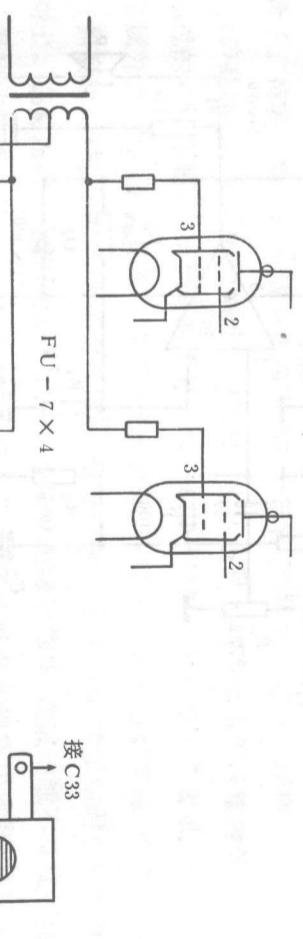

图9 栅负压供电回路
根据故障情况分析，功放管屏极发红说明屏流过大，四只FU-7管屏极都发红，表明是共性的问题，并非其中某只衰老或发生碰极，主要偏压不正常或没有加上，因电子管偏压是提供的负压，加在FU-7的栅极上，四只管子都是共用一组电压。如这种情况，开机时间长了即会烧坏功放管。开机后先检查FU-7管③脚栅偏，结果变成了+5V（正常时应为-32V）如图9所示。进一步查C33两端为-70V正常，而C32无负压。关机检查R48绕线电阻，发现有内部断线现象，用万用表查到断线的位置，用锡将其焊牢，见图9。重新调整动触点使C32两端为-32V。若调整动触点刚好压在断接处，可将绕线电阻两端头互换使用，使动触点可靠地获得栅负压。